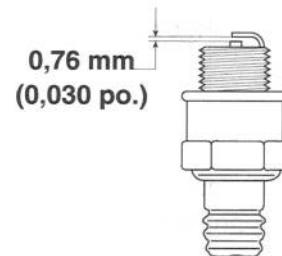

Figure 20
3. Régler l'écartement de l'électrode à 0,76 mm (0,030 pouce) (Fig. 20). Installer la bougie ainsi préparée et le joint d'étanchéité. Serre à un couple de 20 N·m (15 pieds-livres).